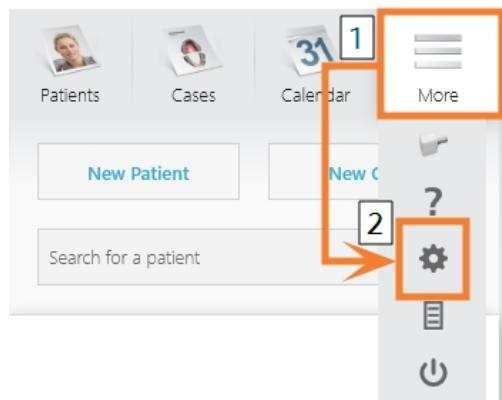

FIG. 16 OUVRIR LES PARAMÈTRES DANS TRIOS DESIGN STUDIO
7. Dans la barre de menu, sélectionnez **Plus**. Dans le menu déroulant, sélectionnez l'icône **Paramètres** (Fig. 16 en dessous).